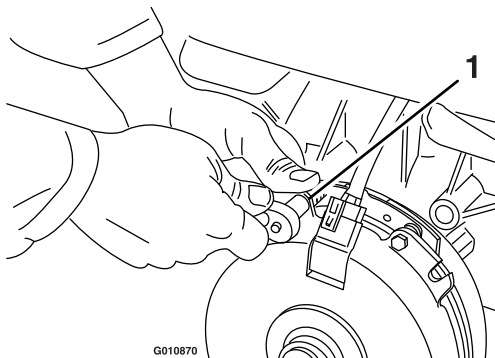

Figura 77
- A. Afloje ambos pernos de montaje del freno entre media y una vuelta, según se muestra en Figura 77.